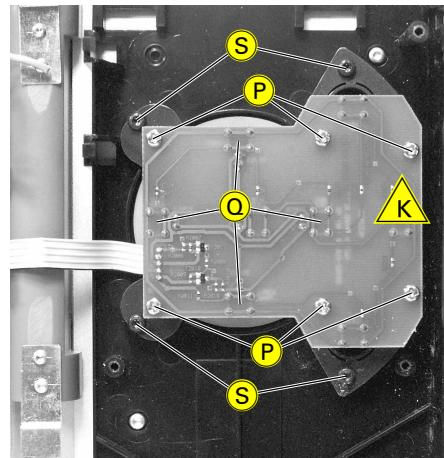

Fig. 8
- 6 Schrauben  herausschrauben und Tastenplatte herausnehmen (Fig. 8).
- Undo 6 screws  and remove the Switch Board (Fig. 8).
- 4 Schrauben **S** herausschrauben und Tasten herausnehmen (Fig. 8).
- Undo 4 screws **S** and remove the buttons (Fig. 8).